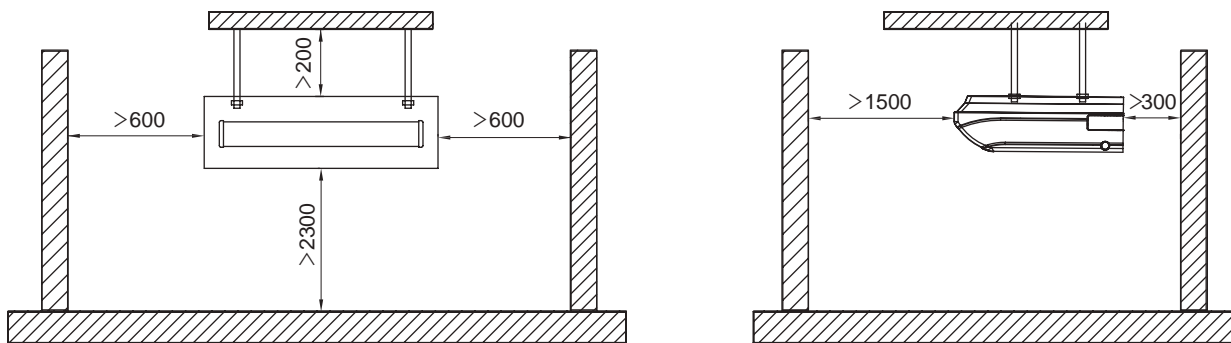

Рис. 11.20.
11.6.4. На рис. 11.20. указаны минимальные допустимые расстояния от напольно-потолочного блока до ограждающих конструкций при потолочной установке.